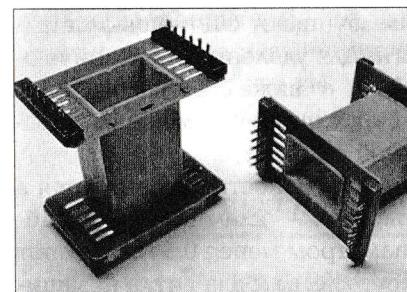

Рис. 2.5. Каркас катушки индуктивности из слоеной изоляции
- сборными из слоеной изоляции (рис. 2.5);